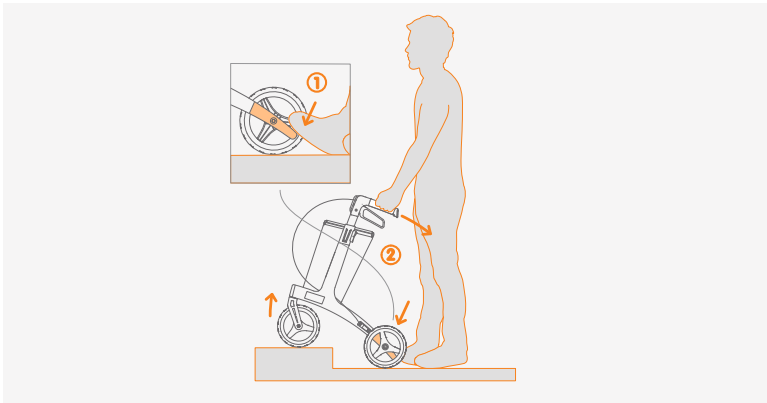

Figure 7: Monter une bordure/trottoir avec l'assistant de franchissement.
1. Approchez-vous du trottoir le plus près possible (**Figure 7**).
2. Placez un pied sur l'assistant de franchissement (1).
3. Inclinez le rollator vers l'arrière (2).